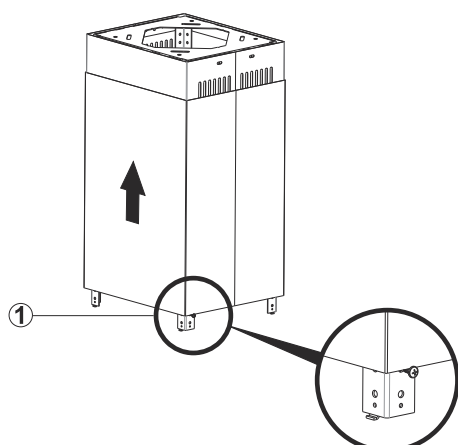

Fig. 12
1. ➤ Skub nu skorstenene over stængerne (Fig. 12).
2. ➤ Skru et stk 3,5 x 9,5 skrue (1) halvvejs ind på siden af et af stængerne, du kan nu sætte skorstenene på skruen for at montere dem senere (Fig. 12).